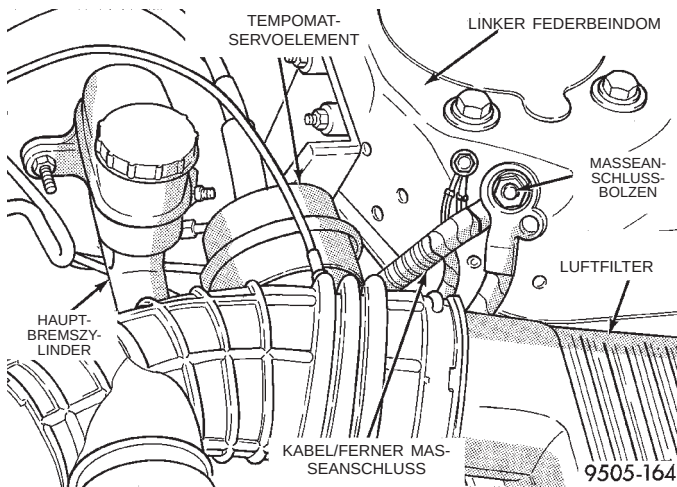
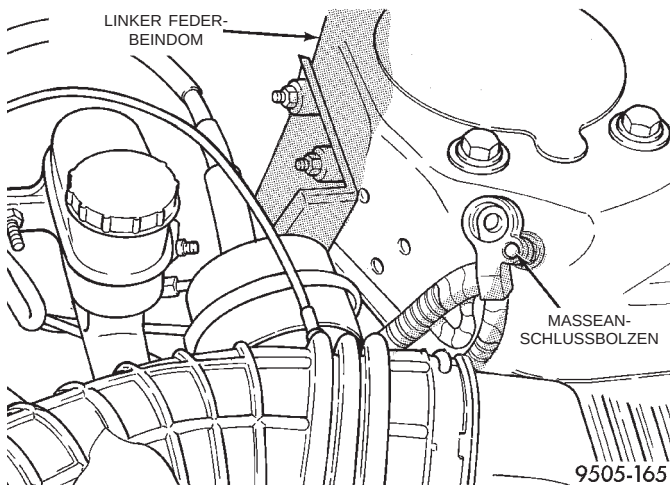

**Abb. 4 Ferner Masseanschluß am Federbeindom**
**Abb. 5 Ferner Masseanschluß korrekt isoliert**
(1) Das Massekabel (Abb. 4) vom fernen Masseanschluß am Federbeindom abbauen und isolieren. Dazu ein Isolierstück auf dem Gewindebolzen montieren (Abb. 5).